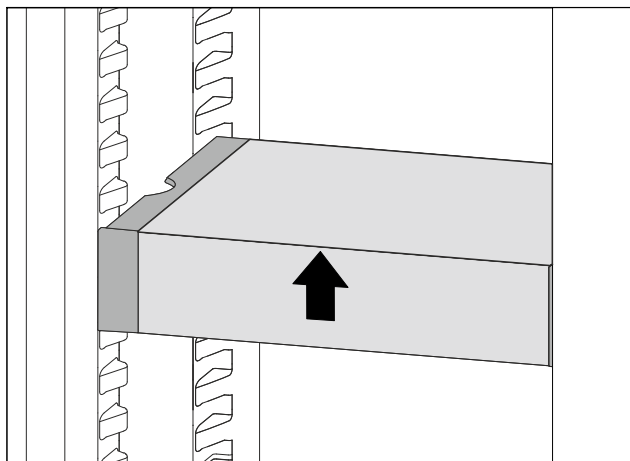

*Fig. 113*
- Placer le tiroir VarioSafe derrière les butées sur la nervure désirée *Fig. 113 (1)* ou *Fig. 113 (2)*.